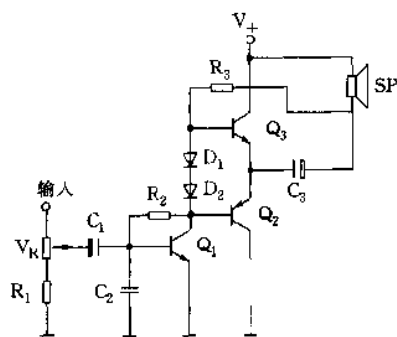

图 2-63
(1)互补对称式功率放大器如图 2-63 所示,其中, Q_1 为推动激励管, Q_2 和 Q_3 组成互补对称 OTL 电路, D_1 和 D_2 使 Q_2 和 Q_3 基极的偏压几乎和 Q_1 的集电极电流无关,并稳定在 0.9V 左右,可以消除因工作在乙类时可能产生的较大的交越失真,还可使电路的调整得以简化。